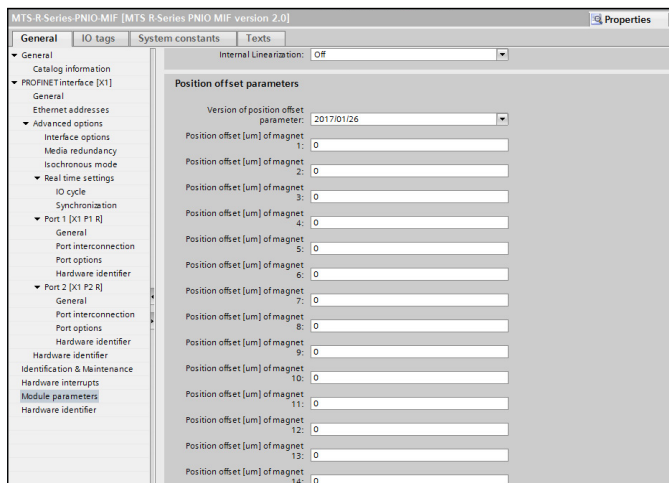

Abb. 79: Einstellung des Offsets
- **Offset:** In dem Unterabschnitt „Position offset parameters“ können Sie den Offset, eine Verschiebung des Messbereichsanfangs, separat für jeden Magneten – unabhängig von weiteren Magneten auf dem Sensorstab/Sensorprofil – einstellen (Abb. 79). Dabei können Sie die Werte mit einer Schrittweite von 1 µm in dem Bereich zwischen -214...+214 m festlegen.